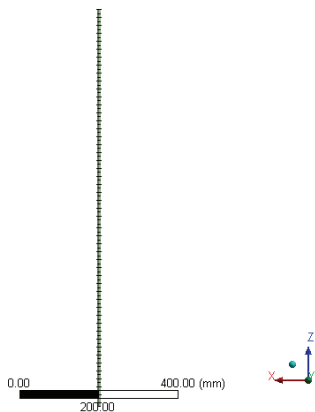

图 9-7 网格模型
3) 在 Outline 树结构图中的 Mesh 选项单击鼠标右键，在弹出的快捷菜单中选择 Generate Mesh，最终的网格效果如图 9-7 所示。